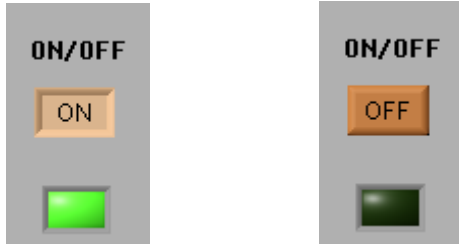

Рисунок 3-2. Индикатор состояния подключения ON/OFF
2. Щелкните мышью по кнопке [On/Off], чтобы включить управление осциллографом. Когда горит зеленый индикатор рядом с кнопкой, функция управления включена. Когда индикатор не горит, функция отключена (рис. 3-2).